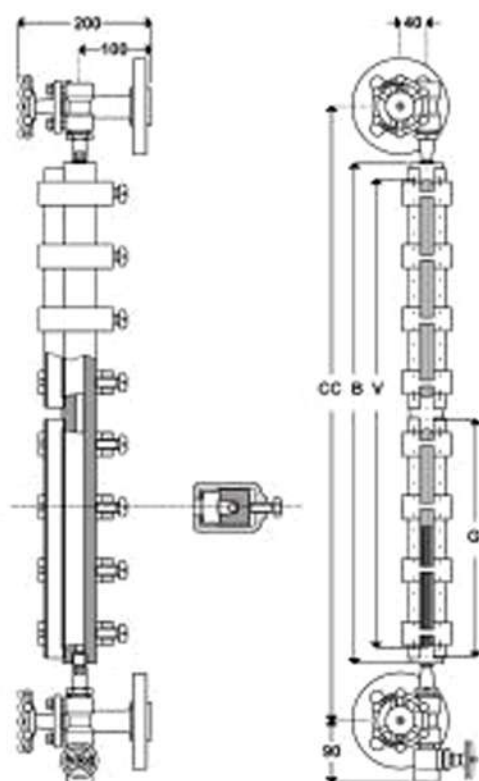

Fig. 838.1
- Secondo la posizione destra o sinistra delle valvole rispetto al corpo, gli indicatori vengono chiamati destri o sinistri. La Fig. 838.1 rappresenta un indicatore sinistro. In generale sulle caldaie vengono installati due indicatori di livello, uno destro e uno sinistro.
- Intersasse tra gli attacchi (CC)